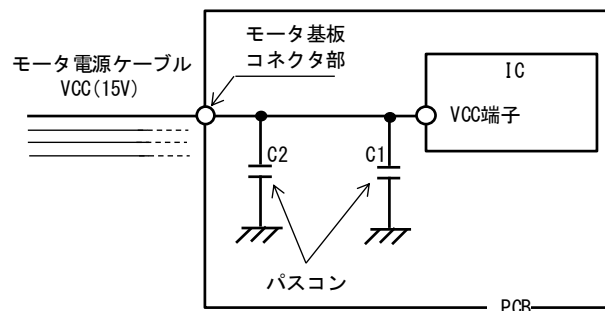

図 5.5.1 サージ電圧保護素子設置(例)
- ・対策 ①IC 端子に近接してパコン C1 を配置してください。パコンには、セラミックコンデンサ等の周波数特性の良いものを選択してください。容量の目安は約 1μF です。
②図 5.5.1 のように、モータ基板コネクタ部に近接してコンデンサ C2 等のサージ吸収素子を配置するとより有効です。